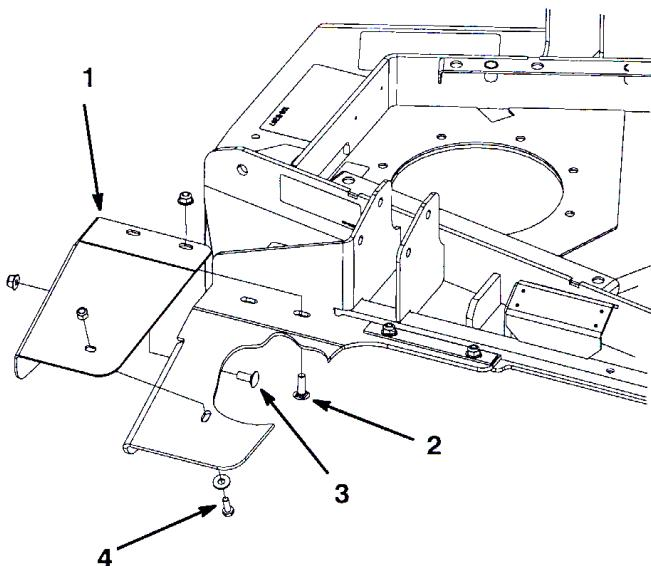

図2
- 左側フット・シールドをゴム製デフレクタに仮止めする: 取り付け具および取り付け位置は以下の通り: 取り付け具の位置は図2を参照。